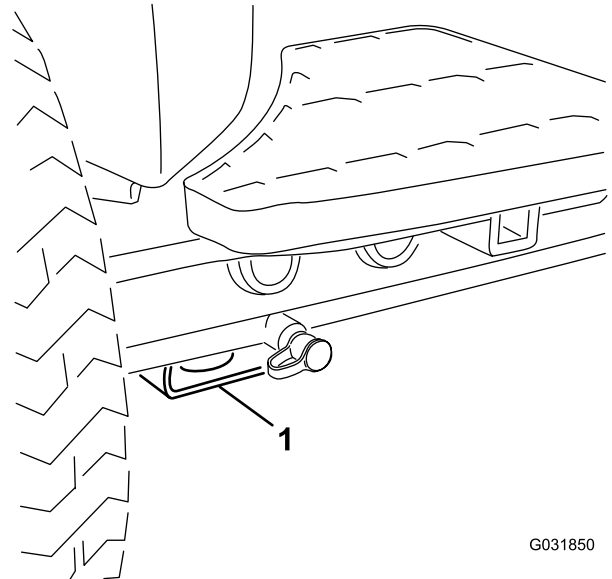

Figura 70
- Delantero – bloque rectangular, debajo del tubo del eje, al interior de cada rueda delantera (Figura 70).